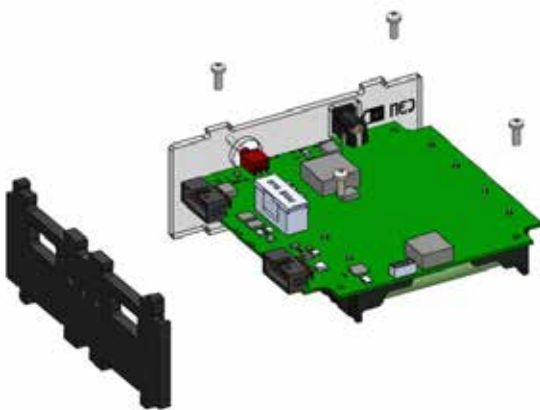

Рисунок 4. Установка прозрачной панели
3) Вставить разъемы платы СЭП в вырезы прозрачной панели (рисунок 4):